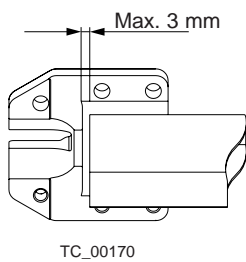
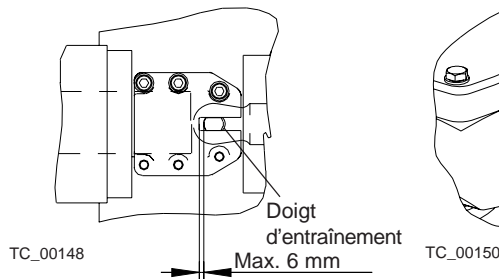
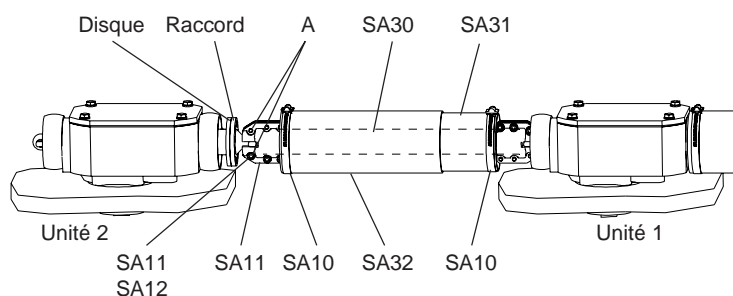

Fig. 48d.
Fig. 48e.
Fig. 48k.
2. Connecter l'arbre carré muni des demi-accouplements à l'arbre de l'engrenage conique (voir fig. 48b). Monter deux demi-accouplements SA11 à l'autre extrémité de l'arbre carré et de l'arbre de l'engrenage conique. Pousser l'arbre jusqu'au fond des demi-accouplements (voir fig. 48d). Serrer légèrement les vis et vérifier que l'arbre conserve un jeu d'environ 2 mm dans le sens axial. Vérifier la dimension illustrée à la fig. 48e. Commencer par serrer les vis A (voir fig. 48c), puis les autres.
- Connecter l'arbre carré muni des demi-accouplements à l'arbre de l'engrenage conique (voir fig. 48k). Monter deux demi-accouplements SA11 à l'autre extrémité de l'arbre carré et de l'arbre de l'engrenage conique. Pousser l'arbre jusqu'au fond des demi-accouplements (voir fig. 48d). Serrer légèrement les vis et vérifier que l'arbre conserve un jeu d'environ 2 mm dans le sens axial. Vérifier la dimension illustrée à la fig. 48e. Commencer par serrer les vis A (voir fig. 48c), puis les autres.